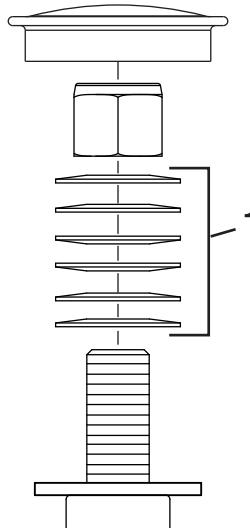

Figura 88
3. Retire el tapón guardapolvo de la rueda giratoria y apriete la contratuerca (Figura 88).
4. Apriete la contratuerca hasta que las arandelas de muelle estén planas, luego afloje $\frac{1}{4}$ de vuelta para establecer la pre-carga correcta de los cojinetes (Figura 88).
Importante: Asegúrese de que las arandelas de muelle están correctamente instaladas, según se muestra en Figura 88.
5. Coloque el tapón anti-polvo (Figura 88).